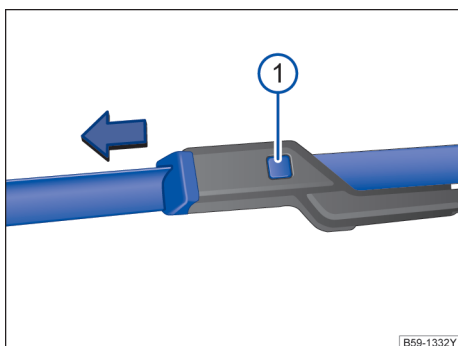

图 212 更换风窗刮水器刮水片
- 按住分离按钮→图 212 ① 同时沿图示箭头方向拉出刮水片。